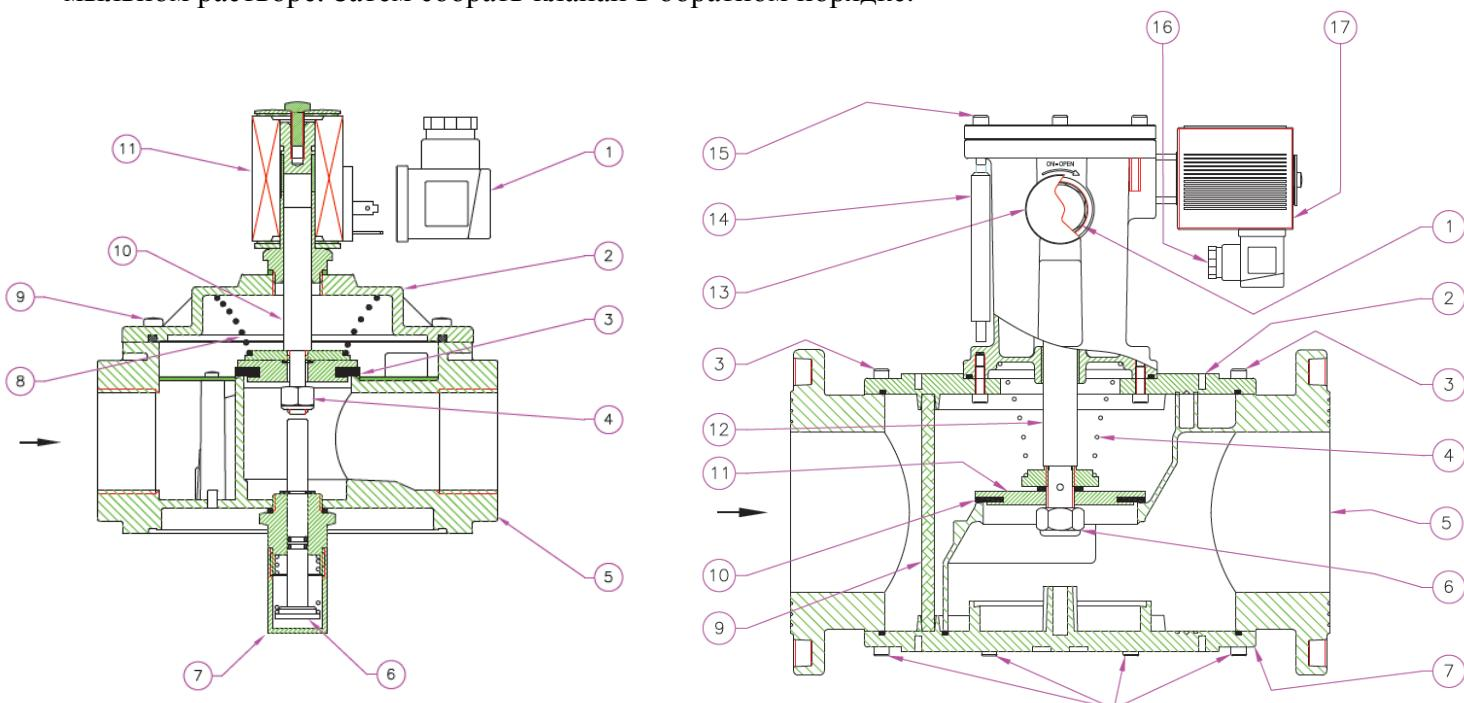

Рис. 2
Для DN 15 ÷ DN 50 (Рис. 2) открутить фиксирующие винты 9, снять крышку 2, проверить и, если это необходимо, заменить уплотнительное резиновое кольцо 3. Проверьте состояние фильтрующего элемента 18 (Рис. 5). При необходимости продуйте его воздухом или промойте в мыльном растворе. Затем собрать клапан в обратном порядке.
- для **DN 15 ÷ DN 50** (Рис. 2) – нажать на шток 6 до щелчка (зацепления) и удерживать до установления баланса давлений до и после клапана